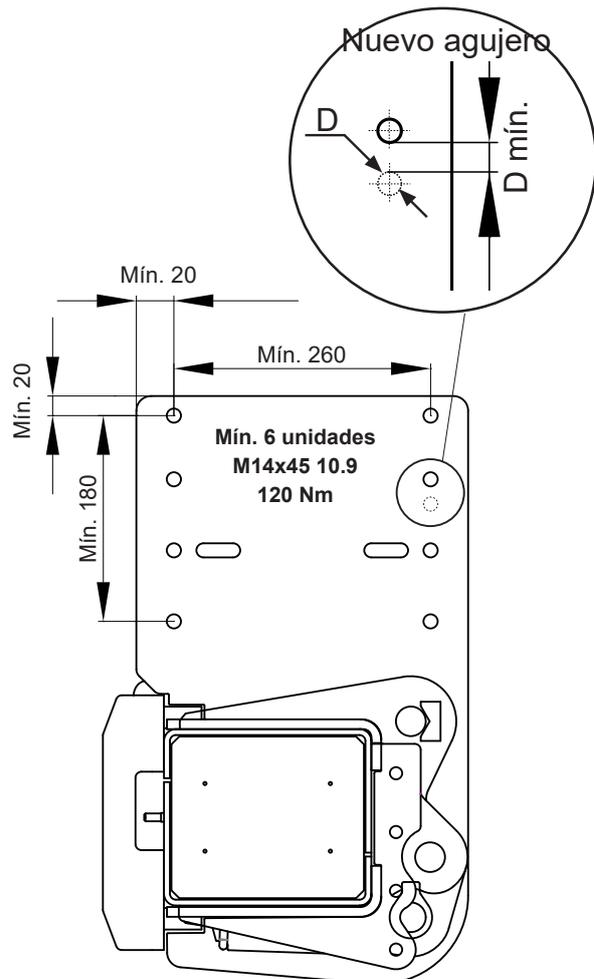

Figura 18. Montar el soporte del chasis con 6 tornillos M14x45 10.9 como mínimo
9. Para el montaje en un chasis sin agujeros pre-perforados, montar primero con un tornillo en los agujeros alargados de los soportes. Hacer una marca en el chasis del vehículo, en el centro de los agujeros alargados de los soportes, y después perforar agujeros de Ø14 mm en el chasis, véase Figura 18